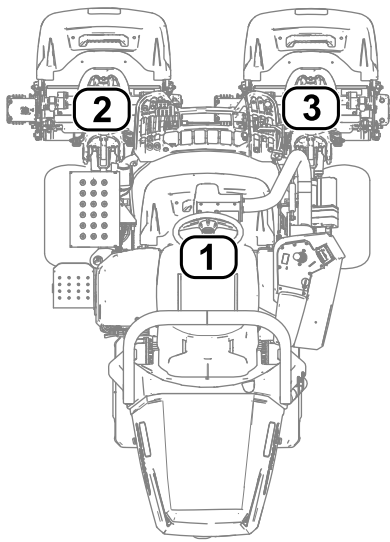

Figura 25
- 1** se referă la unitatea de tăiere centrală (Figura 25)
- 2** se referă la unitatea de tăiere stânga față (Figura 25)
- 3** se referă la unitatea de tăiere dreapta față (Figura 25)